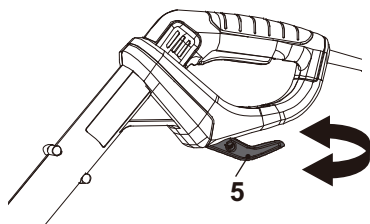

Fig. 27
3. Gire el protector de plantas (13) si es necesario.
4. Gire el retenedor de cable (giratorio) (5) y asegúrese de que la punta del retenedor de cable (giratorio) (5) apunte hacia atrás (Fig. 27).